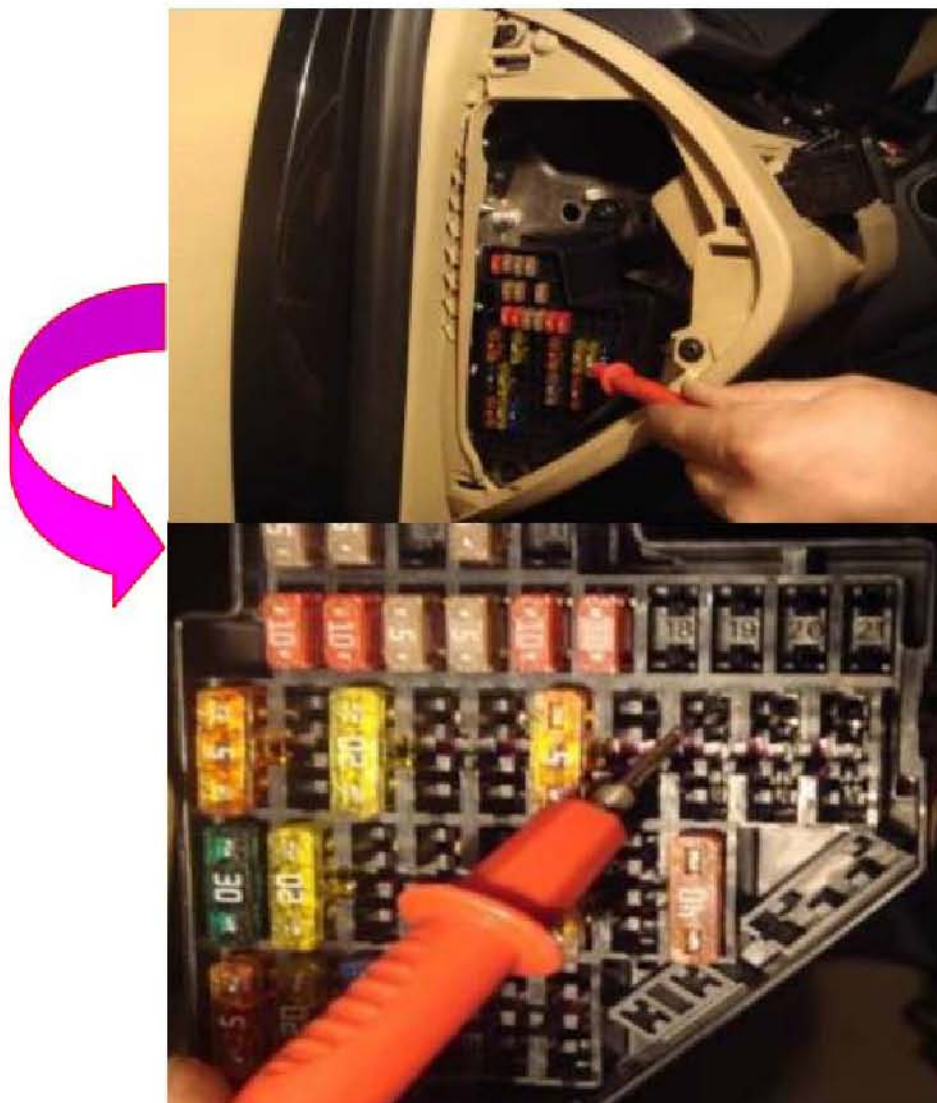

图 2 SC29 保险丝实车位置图
- 9). 诊断至此, 故障现象虽然消除了, 但真正的故障原因却未发现。于是采用振动法进行故障征兆模拟试验, 对与右后轮电子驻车制动工作相关的连接导线、插座在垂直和水平方向摇动; 当轻轻摇动保险丝 SC29 时, 发现该保险丝有明显的松动现象, 拆卸 SC29 保险丝后检查发现该保险丝插座有一插脚已向两侧开裂 (如图 2 所示), 利用工具重新处理该插脚后, 故障未再发生。